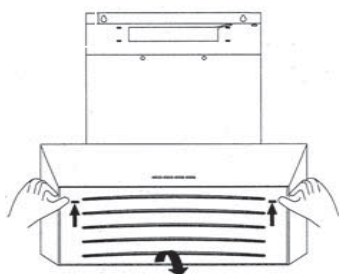

fig. 5
- 7 Enlevez les filtres à graisse (fig 5).